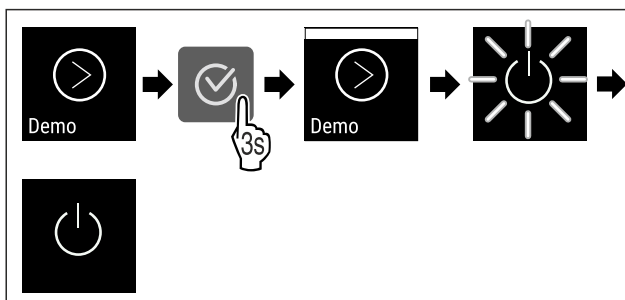

Fig. 91
- ▶ Végezze el a gyakorlati lépéseket (lásd Fig. 91) .